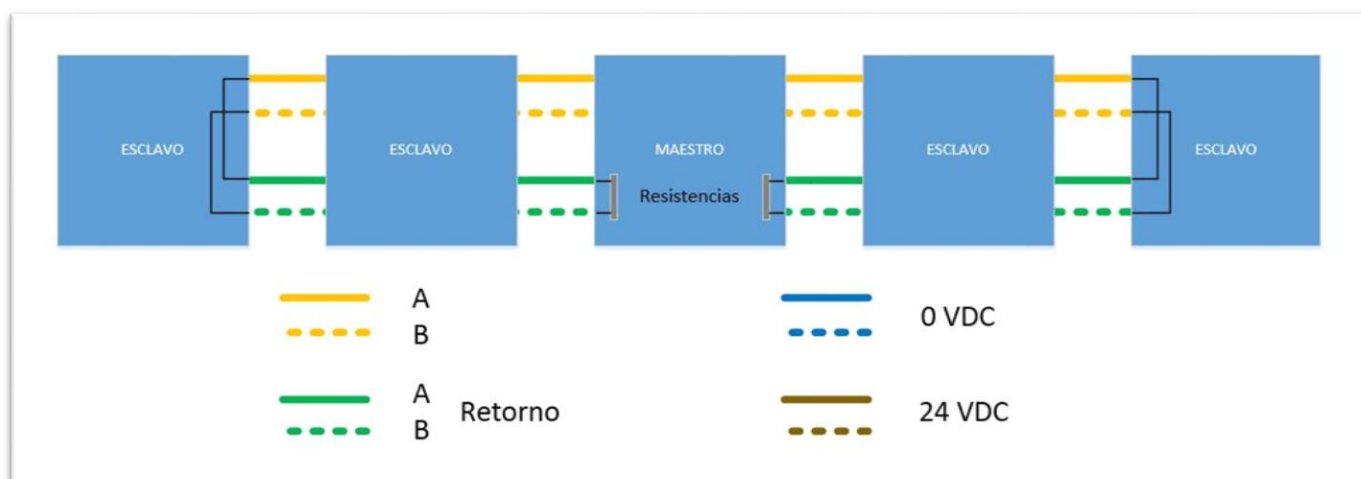

ILUSTRACIÓN 17. SINÓPTICO DE CABLEADO DE RED
La red se ha realizado con cable Ethernet UTP-Cat5, hemos usado el par Naranja(A) y Blanco-Naranja(B) y VERDE(A) y Blanco-Verde(B), los otros 2 pares los usamos para mandar tensión 24VDC. En la Ilustración 17 podemos ver un sinóptico de cableado. Usamos el par verde para el retorno así las resistencias terminadoras siempre las tenemos localizadas en el maestro. Sólo en los extremos el par verde está conectado al bornero del módulo RS485, en el resto es un paso a través.